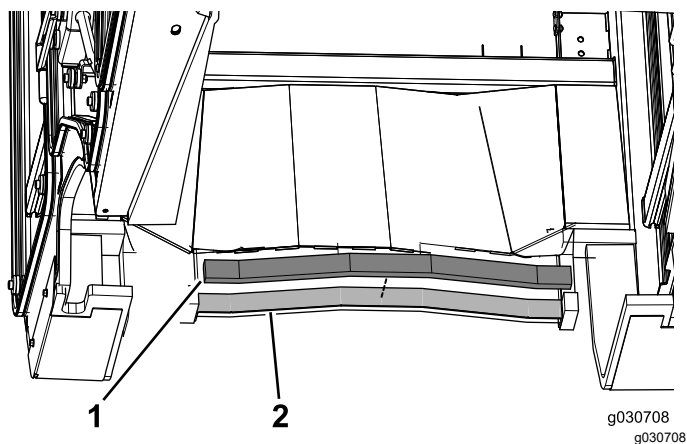

図 17
3. キャブユニット後部に、後部用シールを貼り付ける図 17。